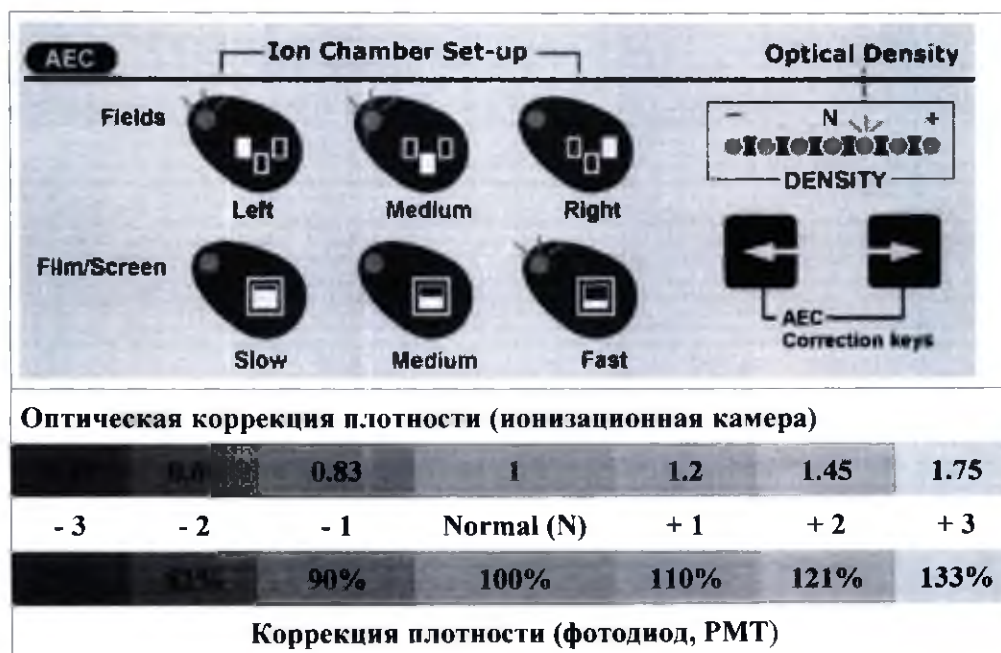

Рисунок 30 – настройка АЕС методики.
- б. При необходимости настройте параметры экспозиции (Рис. 29) и параметры методики АЕС (Рис. 30). Для выполнения серии экспозиций необходимо изменить продолжительность операции и интенсивность кадра.